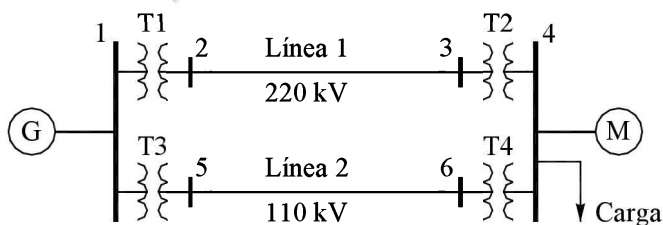

Figura 2.13 Esquema unifilar para el Problema 2.4.
2.4 El esquema unifilar de un sistema trifásico de potencia se muestra en la Figura 2.13. Los datos suministrados por los fabricantes para cada una de las máquinas son los siguientes: